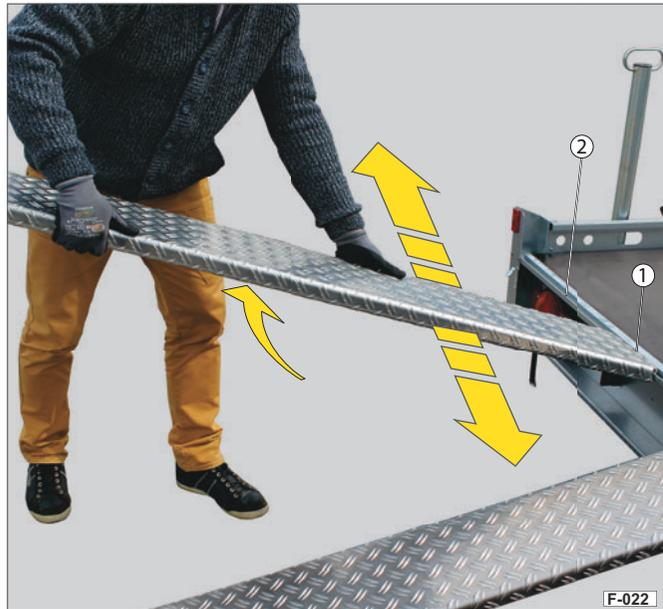

Abb. 30 Auffahrschiene einhängen
- ▶ Hängen Sie die Auffahrschiene mit der Kantung (Abb. 30/1) an die durchgehende Schiene (Abb. 30/2) am Fahrgestell.